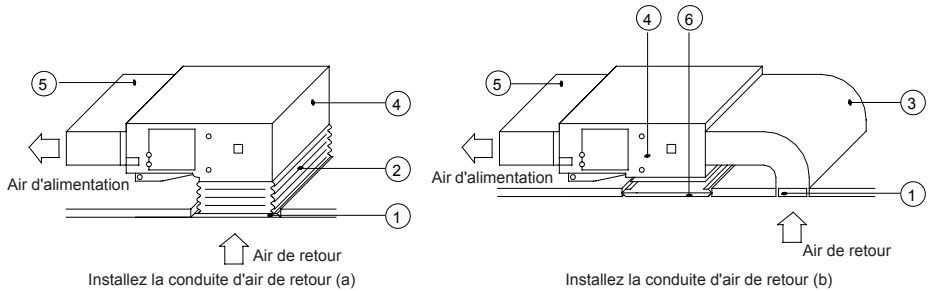

Fig. 38
- (3). Si l'air de retour inférieur est souhaité, il suffit de changer l'emplacement de la bride rectangulaire et de la plaque d'air de retour.
- (4). Branchez une extrémité de la conduite d'air de retour à la sortie d'air de retour de l'équipement avec des rivets, et l'autre au volet d'air de retour. Afin de régler librement la hauteur, une découpe de la conduite flexible sera utile ; découpe qui peut être renforcée et pliée avec du fil de fer.
- (5). Il est possible que plus de bruit soit produit en mode d'air de retour inférieur qu'en mode d'air de retour arrière, c'est pourquoi il est recommandé d'installer un silencieux et un boîtier de pression statique afin de réduire le bruit.
- (6). Il est possible de choisir la méthode d'installation en tenant compte de l'état du bâtiment, de l'entretien, etc., comme indiqué dans la Fig. 38.